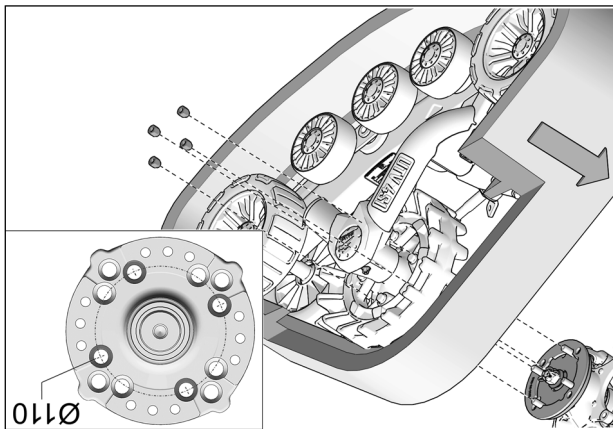

Fig. 19
8. Fixer le système de traction au moyen de roue arrière. Utiliser les écrous de roue du véhicule sur le cercle de perçage de $\varnothing 110$ mm. Voir la Fig. 19